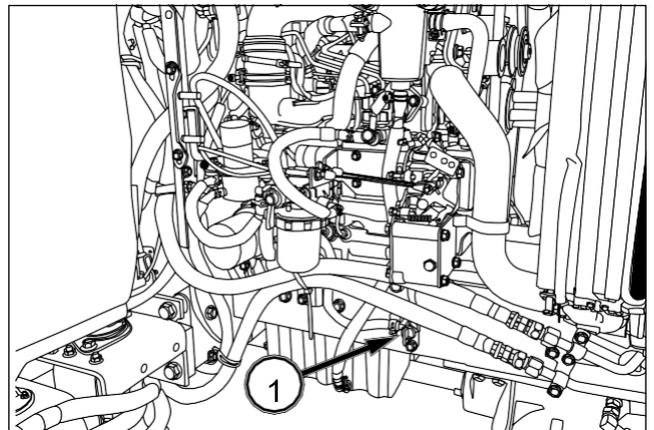

FIG. 203
FIG. 203: Abra la llave de vaciado (1), a la derecha del motor, para vaciar el líquido de refrigeración. Retire también el tapón del radiador (2) para facilitar el vaciado del líquido de refrigeración. Retire el vaso de expansión (3) para vaciarlo.